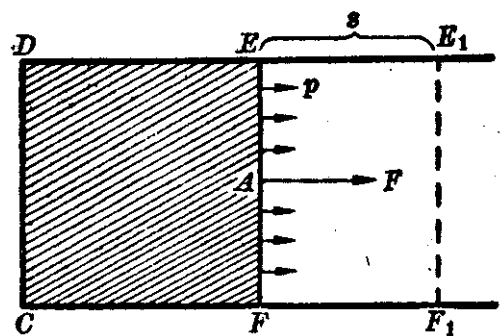

图 8.5 气体等压膨胀做功
气体在一定的压强下膨胀后做了多少功呢？从图 8.5 中可以看到，气体最初的体积是 $CDEF = V_1$ ，在压强 (P) 不变的情况下加热，使气体膨胀推动活塞向右移动一段距离 s ，结果气体的体积变为 $CDE_1F_1 = V_2$ 。气体推动活塞所做的功